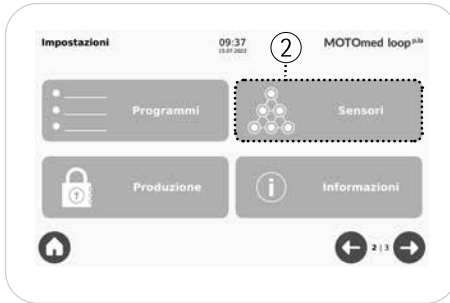

Fig. 5.35
vedere Fig. 5.35, 5.36 Selezionare in sequenza il pulsante "Sensori" ② e quindi il pulsante "Rilevamento spasticità" ③.